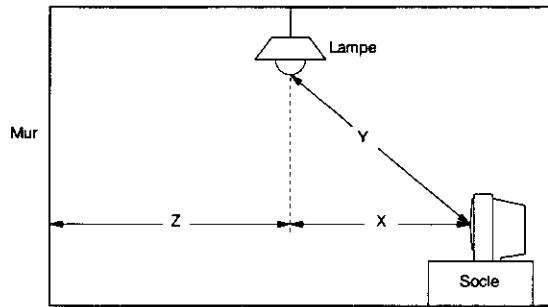

Fig. 1
4. Mesurer X, Y et Z comme illustré dans la Fig. 1 et calculer l'éclairement L du téléviseur selon la méthode suivante: